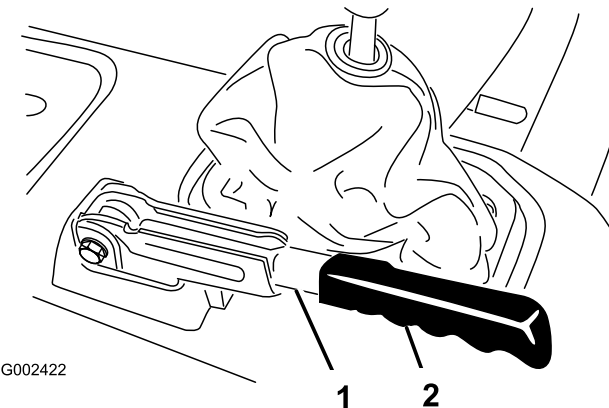

Figura 74
- Retire a pega de borracha da alavanca do travão de mão (Figura 74)